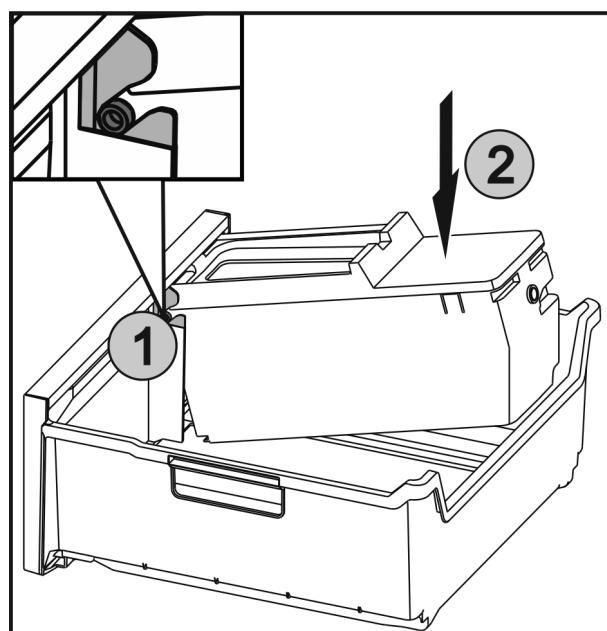

Fig. 53
- Gredi Fig. 53 (1) predala EasyTwist-Ice vstavite v vodila in zadnjo stran Fig. 53 (2) pritisnite, tako da se spona zaskoči.